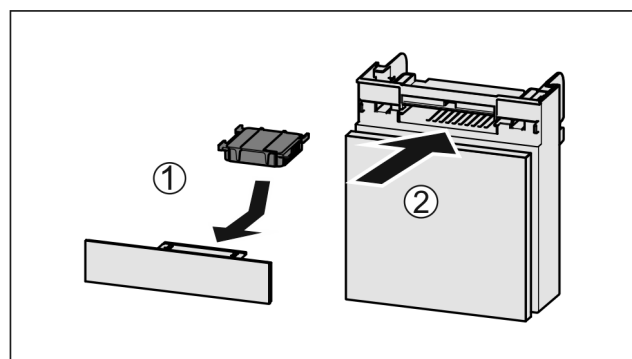

Fig. 201
- Insérer le filtre à charbon actif d'après le schéma Fig. 201 (1).
- Insérer le compartiment Fig. 201 (2).